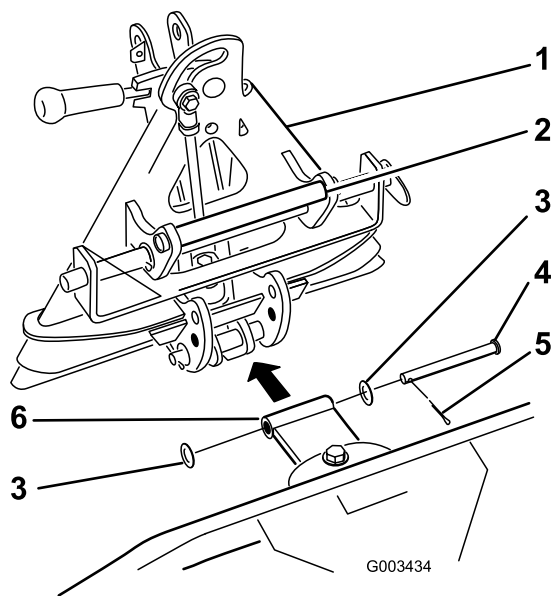

Figure 11
- Connectez le support de pivot droit à l'adaptateur comme illustré à la Figure 11 avec un axe de chape (1/2 x 4-1/2"), 2 rondelles (0,531 x 1,063) et une goupille fendue.
Soulevez toujours l'accessoire par la poignée située au dos de l'adaptateur (Figure 11).